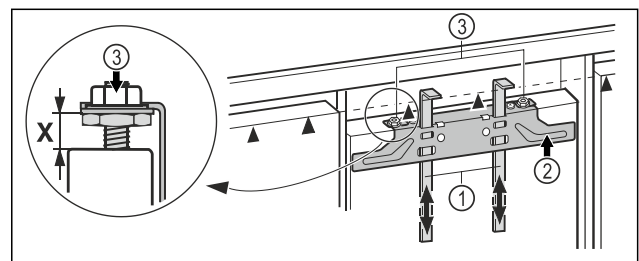

Fig. 19
- Montagehilfen Fig. 19 (1) auf Möbeltürhöhe hochschieben. Untere Anschlagkante ▲ der Montagehilfe = Oberkante der zu montierenden Möbeltür.
- Befestigungstraverse Fig. 19 (2) über die Kontermuttern Fig. 19 (3) abschrauben.